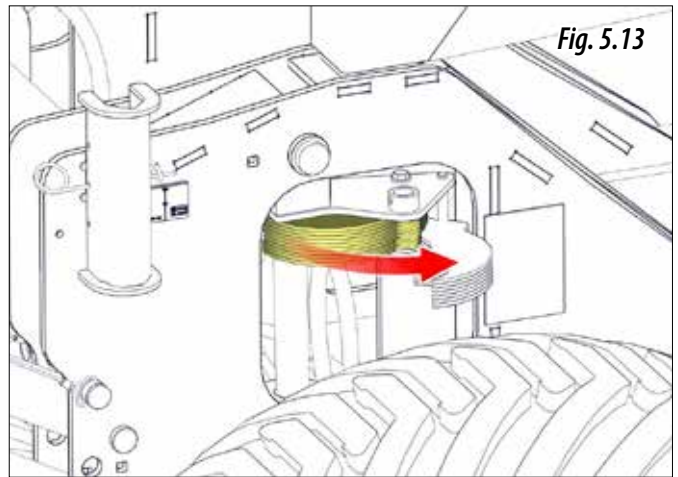
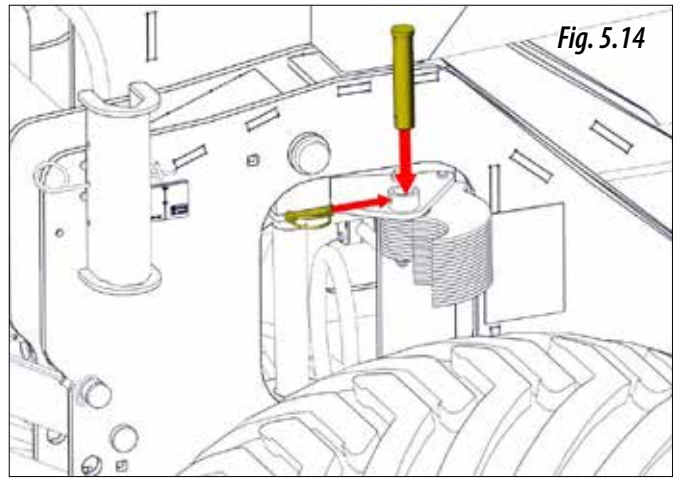
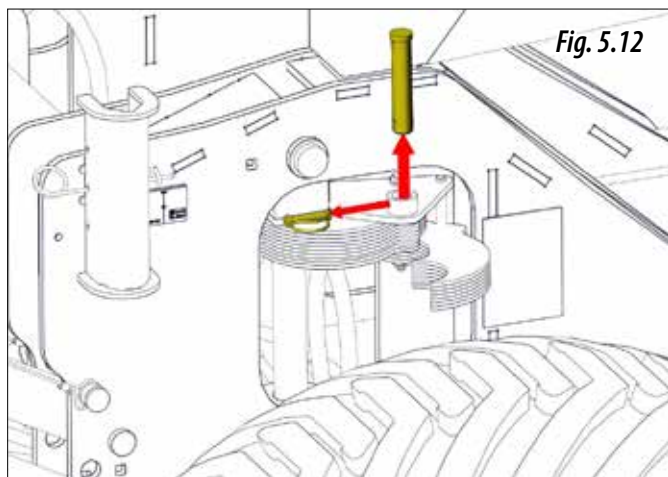

Fig. 5.13
Fig. 5.14
Fig. 5.12
**5-** Scoateți opritoarele cilindrului de pe cărucior. Pentru aceasta va trebui să scoateți agrafa și bolțul (Fig. 5.12), să deplasați opritoarele (Fig. 5.13) și să puneți la loc bolțul și agrafa pentru a le bloca (Fig. 5.14).